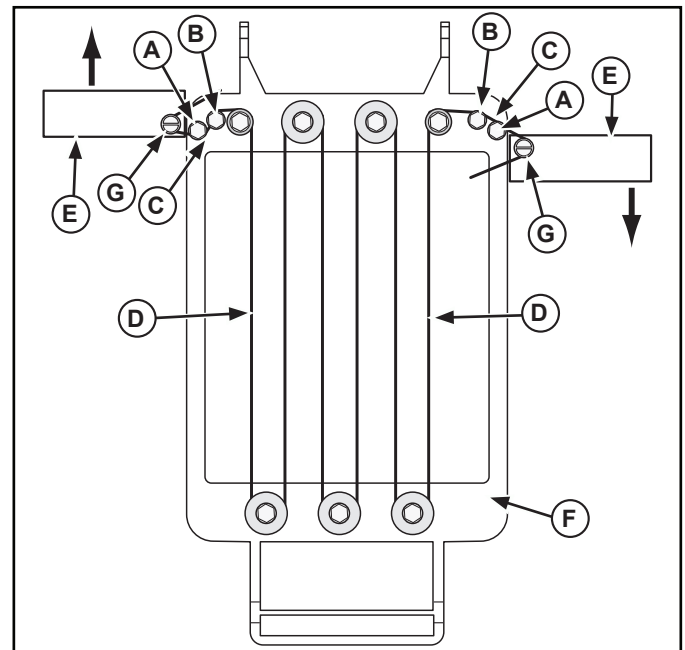

Figura 2. Reemplazo del alambre de corte (se muestra el modelo con corte de 1.9 cm [3/4"]).
1. Coloque el conjunto del arco de corte (F) en la prensa o sujételo en una superficie segura.
2. Afloje los tornillos de cabeza (A y B) dándoles aproximadamente un (1) giro completo. Consulte la Figura 2.
3. Retire y deseche el alambre de corte antiguo (D).
5. Deje aproximadamente una cola de 10.2 cm (4") del tramo del alambre nuevo (D) en el lado (C) y ajuste el tornillo (B).
6. Use guantes de cuero o resistentes a la abrasión y tienda los alambres tal como se muestra en la Figura 2. Ajuste bien el alambre durante el tendido. (Use el mismo patrón para los modelos con corte de 1 cm [3/8"]).
7. Coloque el nuevo alambre de corte (D) en el lado (C) y afiance el extremo suelto del alambre con un tornillo (B).
8. Coloque la herramienta tensora (E) en el borde del arco de corte (F) tal como se muestra.
9. Enrolle el alambre de corte (D) alrededor del tornillo (G) y apriételo.
10. Afloje levemente el tornillo (B) y gire lentamente la herramienta tensora (E) en la dirección que se muestra. Apriete el tornillo (B).
11. Enrolle el alambre de corte (D) alrededor de 3/4 de la circunferencia del tornillo (A)
12. Apriete el tornillo (G) y menee el alambre (D) hasta cortarlo.
13. Coloque la herramienta tensora (E) en el borde opuesto del arco de corte (F) tal como se muestra.
14. Enrolle el alambre de corte (D) alrededor del otro tornillo (G) y apriételo.
15. Afloje levemente el tornillo (B) y gire lentamente la herramienta tensora (E) en la dirección que se muestra. Apriete el tornillo (B).
16. Apriete el tornillo (G) y menee el alambre (D) hasta cortarlo.